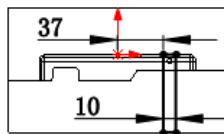

图 10.5.15 横断面草图
Step2. 绘制草图。选取基准面 2 为草图基准面，绘制图 10.5.15 所示的横断面草图。